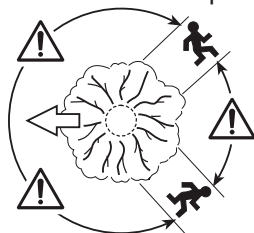

Fig. 28
3. Um caminho de fuga deve ser planeado e limpo, conforme necessário, antes de se iniciarem os cortes. A via de fuga deve estender-se para trás e na diagonal até à retaguarda da linha de queda esperada (Fig. 28).